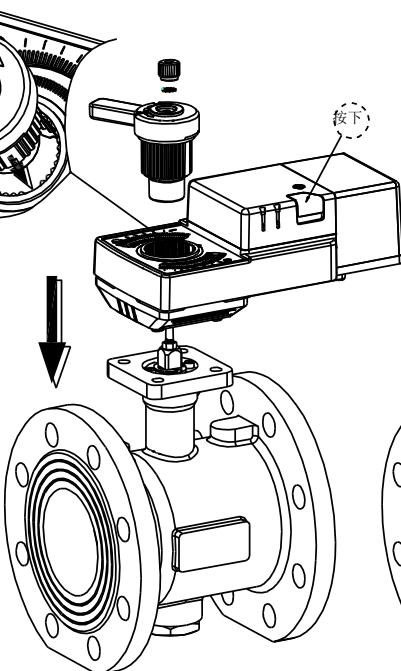

图 5
- 如图 5, 连接杆与执行器配合装入, 按图中箭头指示, 对准防呆槽卡入。